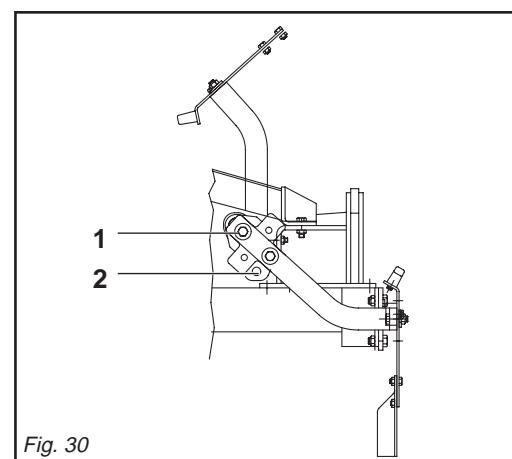
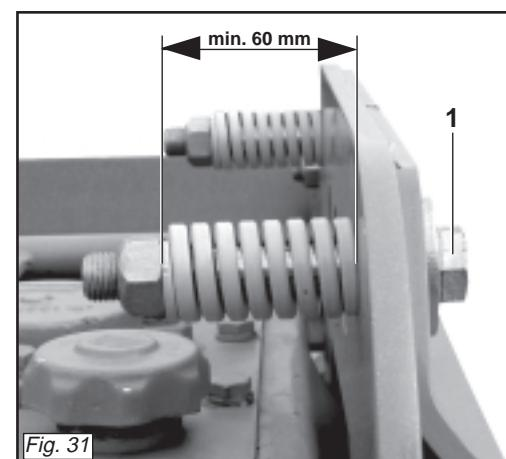

Fig. 30
Fig. 31
Nel caso di protezioni ribaltabili ed in presenza di terreno sassoso, lasciarle libere (prive di fermo), e nel modello 3000 durante il trasporto riporle ribaltate assicurandosi di posizionare il perno (da Pos. 1 a Pos. 2 Fig. 30) per il bloccaggio nella corretta sede, questo per rendere stradale la macchina nella misura di 3 metri. Nel caso delle protezioni ammortizzate qualora si volesse variare l'elasticità della protezione avvitare le viti (1 Fig. 31) e fare attenzione che la quota minima della molla non sia inferiore di 60 mm.
*When model 3000 is transported, fold back the guards and make sure that pin (from Pos. 1 to Pos. 2 Fig. 30) is positioned and locked in the right housing so that the machine complies with the 3 meter width required for road circulation. If the guards are damped and the extent of flexibility must be varied, tighten the screws (1 Fig. 31) and make sure that the spring is not less than 60 mm in size.*
Bei Modell 3000 sind sie während des Transports geklappt zu halten und sicherzustellen, dass der Sperrbolzen korrekt angeordnet wird (von Pos. 1 in Pos. 2 Abb. 30). Das ist dazu erforderlich, die Maschine in der Baugröße von 3 Metern für den Straßentransport tauglich zu machen. Wenn man bei den stoßgedämpften Schutzaufbauten die Elastizität der Schutzaufbauten ändern will, die Schrauben (1 Abb. 31) anziehen und darauf achten, dass der Mindestwert der Feder nicht unter 60 mm liegt.
*Pour le modèle 3000, pendant le transport, les remettre dans la position basculée en plaçant l'axe (de la Pos. 1 à la Pos. 2 Fig. 30) pour le blocage dans le logement correct, pour que la machine puisse rentrer dans le gabarit de 3 mètres pour le transport sur route.*
*Dans le cas des protections amorties, pour changer l'élasticité de la protection, visser les vis (1 Fig. 31) et faire attention à ce que la dimension minimum du ressort ne soit pas inférieure à 60 mm.*
En caso de protecciones basculantes y en presencia de terreno pedregoso, dejarlas locas (sin bloqueo), y en el modelo 3000 durante el transporte posicionarlas volcadas recordando de posicionar el perno (de Pos. 1 a Pos. 2 Fig. 30) de bloqueo en el respectivo alojamiento, esto para permitir el transporte por carretera de la máquina rotativa con una medida de 3 metros.
En el caso de las protecciones amortiguadas si es necesario variar la elasticidad de la protección es suficiente ajustar los tornillos (1 Fig. 31) y prestar atención a que la cota mínima del muelle no sea inferior a los 60 mm.